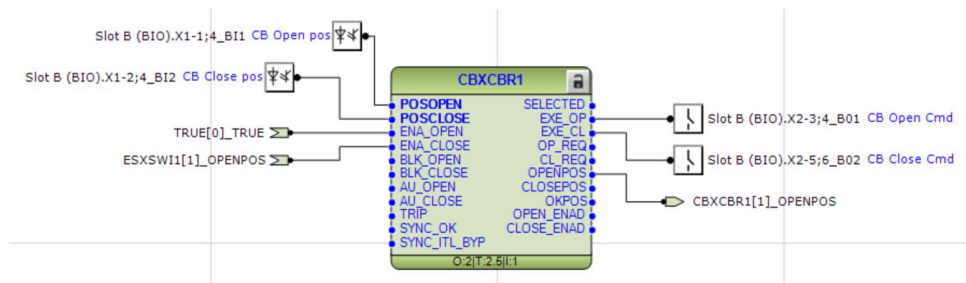

Imagen 105_Conexiones finales del bloque CBXCBR1 con 4 entradas y 3 salidas
2.2.29 Teniendo así el bloque que se aprecia en la **Imagen 105**, con las entradas y salidas que hemos conectado hasta el momento: